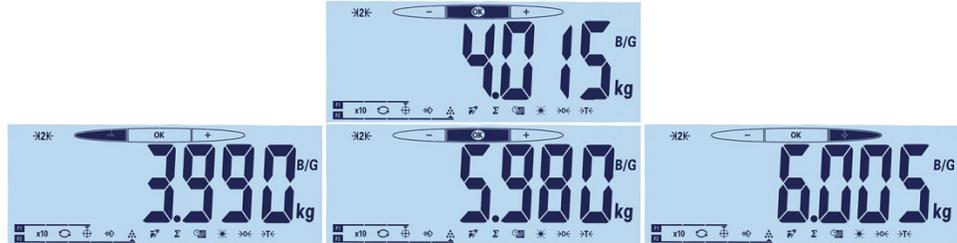

Figura 2-13: Pantallas de Por arriba, OK y Por abajo
- Por abajo Por abajo de 4 kg; (Figura 2-13, izquierda)
- OK Entre 4 kg y 6 kg; (Figura 2-13, centro)
- Por arriba Por arriba de 6 kg; (Figura 2-13, derecha)